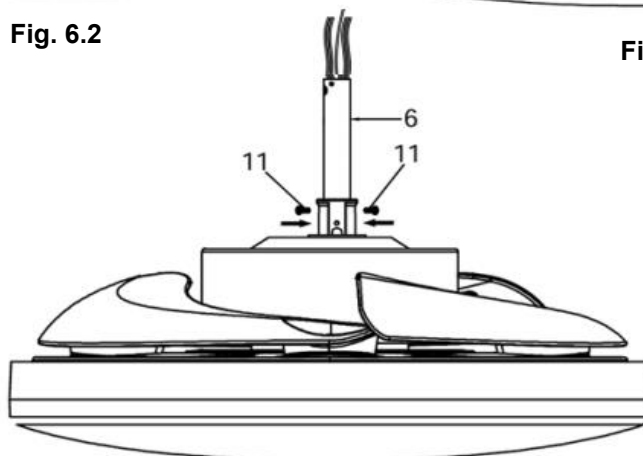

Fig. 6.4
5. Asegure la varilla descendente (6) ajustando los tornillos de fijación (11). (Fig. 6.4)